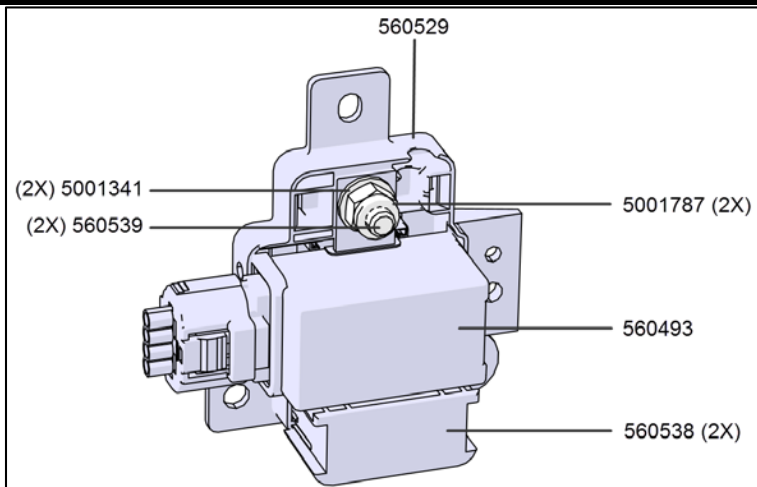
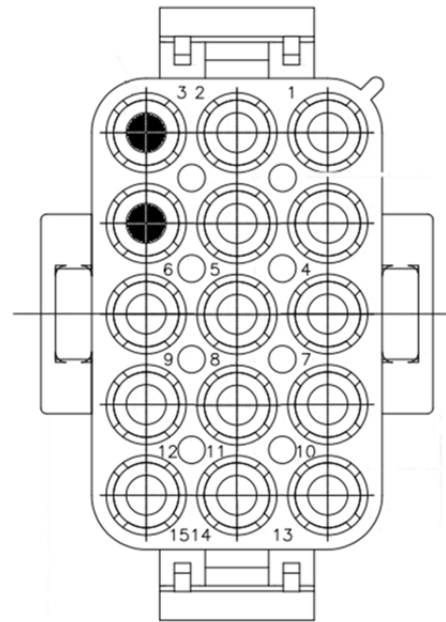

FIGURE 10:RELAIS ASSEMBLÉ
FIGURE 18 : BROCHAGE DE C18
17. Déconnecter le fil 911 JA: 17 du module A36 (Figure 10). Enlever la broche en utilisant l'extracteur **683766**. Couper la broche et isoler avec du tube thermorétractible. (Figure 18).